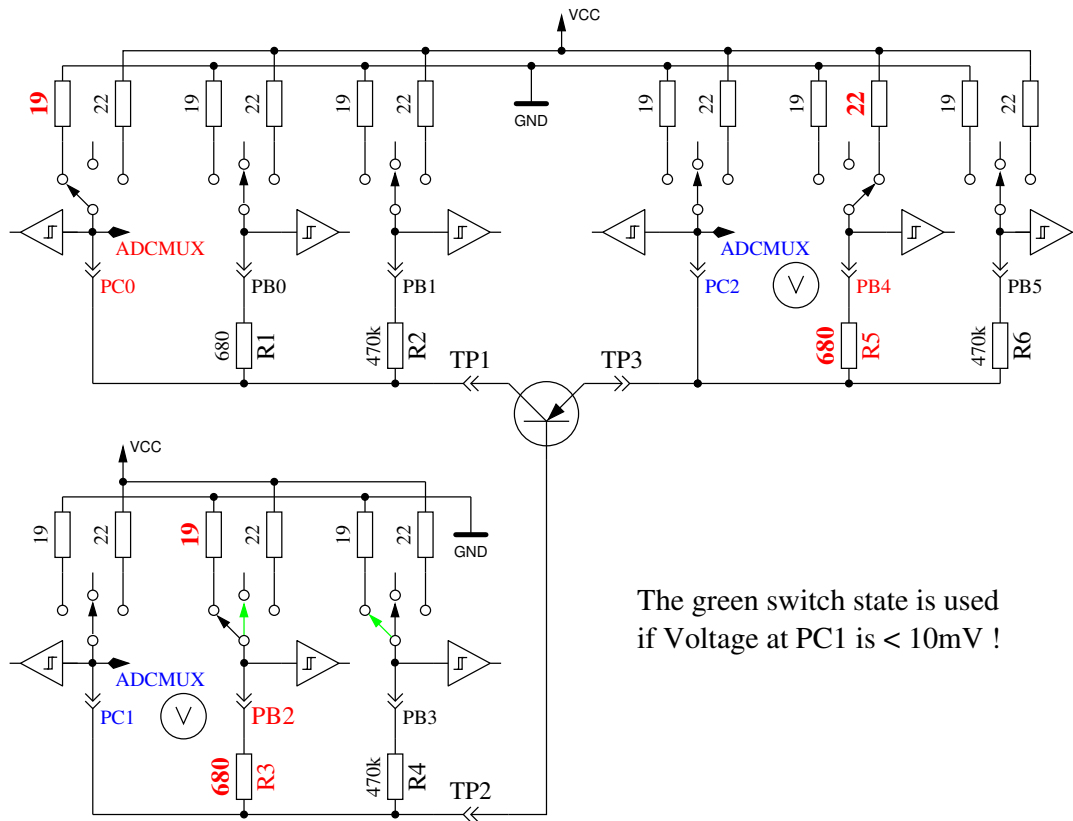

Abbildung 5.3: hFE Messung eines PNP Transistors in Kollektor-Schaltung
Zuerst wird der Stromverstärkungsfaktor in der Kollektor-Schaltung (Emitter-Folger) für den angenommenen PNP Transistor gemessen. Die Meßsituation wird in Abbildung 5.3 gezeigt. Wenn die gemessene Basis-Spannung (UB) über 9mV mit dem 680Ω Widerstand liegt, wird die Stromverstärkung hFE berechnet mit $hFE = \frac{UE-UB}{UB}$. Die Spannung UE ist die Differenz der Emitter-Spannung zu VCC. Die Differenz des 22Ω und 19Ω Widerstandes wird nicht berücksichtigt. Wenn die UB Spannung unter 10mV liegt, wird die Messung mit dem $470k\Omega$ Widerstand an der Basis gemacht. Für diesen Fall wird der Stromverstärkungsfaktor mit $hFE = \frac{UE \cdot 470000}{UB \cdot (680 + 22)}$ gebildet.